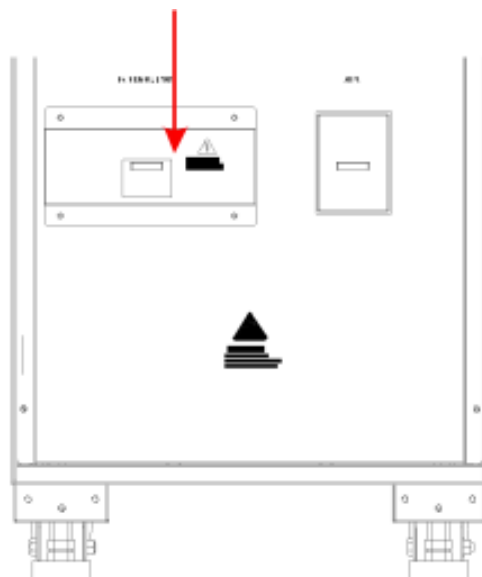

Рисунок 5.3 – Крышка выключателя ручного байпаса
5.4.1 Кнопка ЕРО (Emergency Power Off – аварийное отключение питания), расположенная на главной странице интерфейса (см. Рисунок 5.3), предназначена для немедленного отключения ИБП в чрезвычайных ситуациях (пожар, затопление и т.п.).